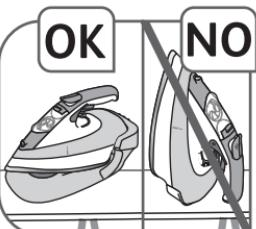

Fig.13
- Ne tegye le vasalás közben a talpára a vasalót, mindenkor a lábatra helyezze – **fig.13**.